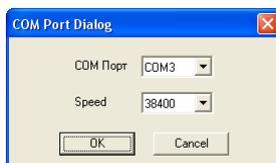

Рис.2. Окно ввода COM порта.
- d. С помощью меню «Параметры», пункт «СОМ-порт» открыть окно настройки СОМ порта (см. Приложение 4, рис.2). Выбрать порт, к которому был подключен прибор. Закрыть окно с помощью кнопки ОК.